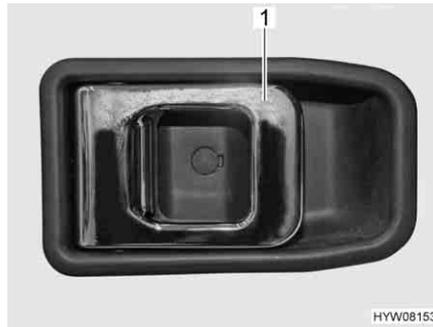

Fig. 30 Serratura della porta di ingresso, lato interno
**Apertura:** ■ Tirare la maniglia (Fig. 30,1). La serratura della porta si sblocca.
**Bloccaggio:** ■ Premere la maniglia (Fig. 30,1). La serratura della porta è bloccata.